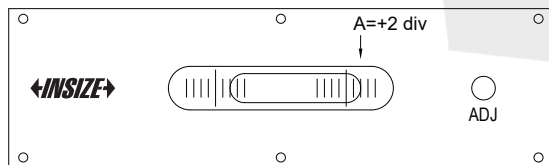

Abb. 2
b) Wenn sich die Blase nicht mehr bewegt, lesen Sie A auf der Skala ab (Abb.2).